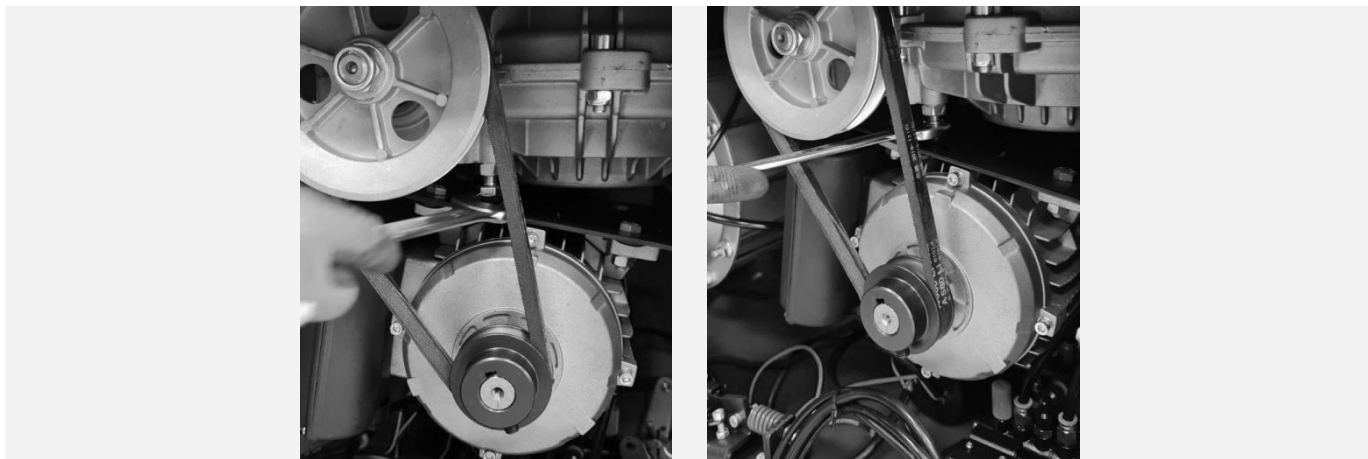

Рисунок 67
**11.4.1** Проверить уровень масла в маслораспылителе. Если уровень масла ниже маркировки (см. Рисунок 67 ), то следует добавить масло:
- Открутив контргайку, вращая специальный регулировочный болт отрегулировать натяжение приводного ремня (см. Рисунок 67).